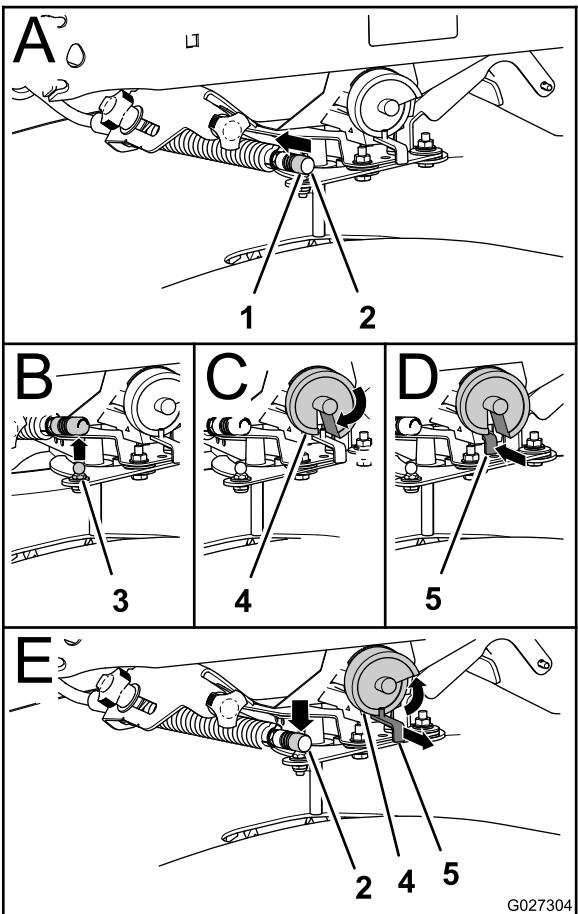

Figure 35
1. Poussez le manchon de verrouillage du câble de la trappe vers l'arrière et soulevez le câble de la rotule sur la tige de dosage (Figure 35).
2. Tirez le câble hors de la rotule (Figure 35).
3. Tournez la came de dosage au-delà de la position 9 de manière à aligner la fente de la came sur la tige (Figure 35).
4. Poussez complètement la tige de dosage en arrière (Figure 35).
1. Tirez la tige vers l'extérieur jusqu'à ce qu'elle passe la came de dosage (Figure 35).
3. Fixez le câble à la rotule sur le levier de la trappe (Figure 35).